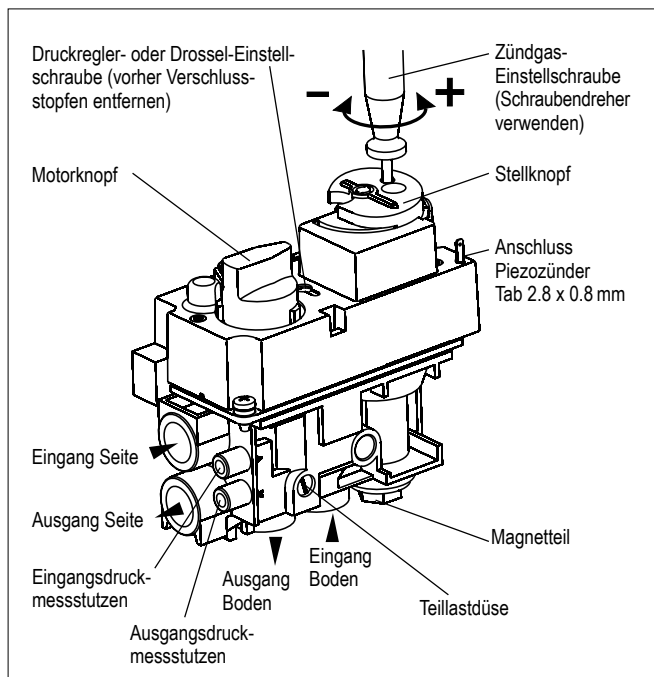

Abb. 15: GV60, Anschlüsse und Einstellungs-Optionen
1. Die Zündgas-Einstellschraube ist durch eine Öffnung im Stellknopf zu erreichen (siehe Abb. 15).
1. Schließen Sie ein Druckmessgerät am Ausgangsdruk-messstutzen des Ventils an. Der Messstutzen wird durch Drehen der Schraube gegen den Uhrzeigersinn ↻ geöffnet. Der Druckregler bzw. die Drosselklappe befinden sich unter der Haube und sind nach Entfernen des Verschlussstopfens zugänglich (siehe Abb. 15 und 17).